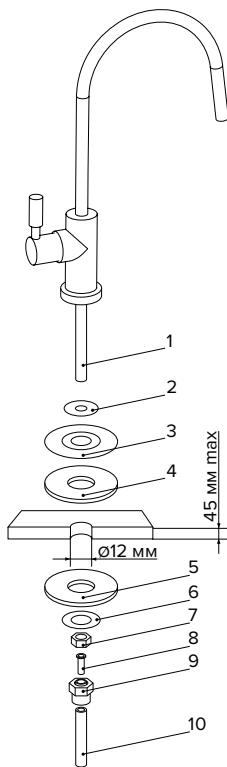

Рис. 4. Схема установки крана для чистой воды
- Просверлите в мойке (столешнице) отверстие диаметром 12 мм (рис. 4).
- Наденьте на резьбовой хвостовик (1) крана резиновую прокладку (2), декоративную подставку (3), резиновую прокладку (4) и вставьте кран в отверстие мойки.
- Снизу столешницы наденьте на резьбовой хвостовик пластиковую (5) и металлическую
- стопорную (6) шайбы и наверните крепежную гайку (7).
- В резьбовой хвостовик крана вставьте трубку синего цвета (10) концом с запрессованной металлической втулкой (8) и наверните накидную гайку (9) до упора. Проверьте прочность закрепления трубы: при усилии 8–10 кгс трубка не должна вытаскиваться.